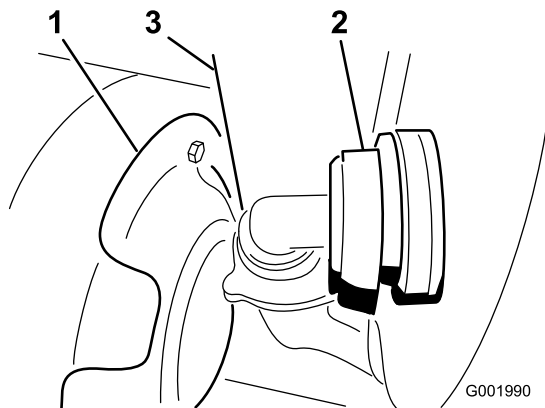

Figura 56
3. Scollegate il flessibile situato sulla parte anteriore del serbatoio, in basso (Figura 56).
Nota: All'occorrenza, mentre rimuovete il carter spingete indietro lo schermo termico (Figura 56).
- Collegate il flessibile alla parte anteriore del serbatoio (Figura 56).